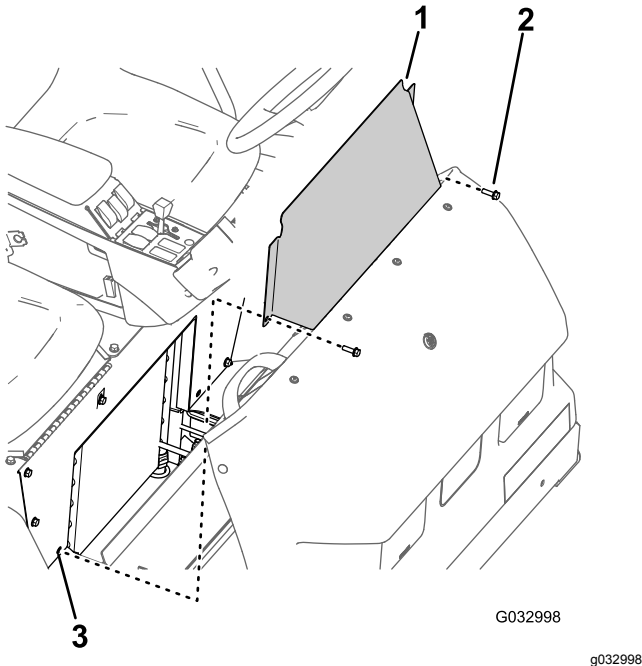

Figura 60
1. Retire os 2 parafusos de cabeça flangeada que fixam o painel de acesso da base do banco à base do banco (Figura 60).
2. Retire o painel de acesso da base do banco da máquina (Figura 60).
1. Alinhe os orifícios no painel de acesso da base do banco com os orifícios na base do banco (Figura 60).
2. Monte o painel de acesso da base do banco com os 2 parafusos de cabeça sextavada (Figura 60) que retirou no passo 1 de Remoção do painel de acesso da base do banco (página 54).